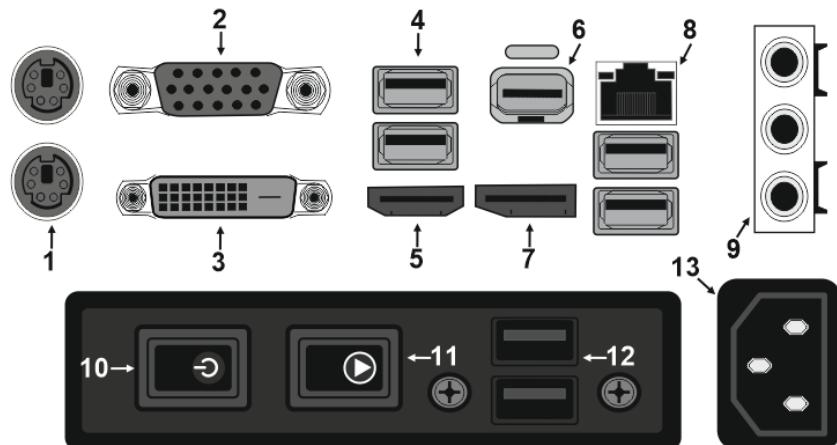

Рисунок 3. Назначение элементов системного блока.
2.6 Назначение элементов системного блока представлено на рис. 3**: